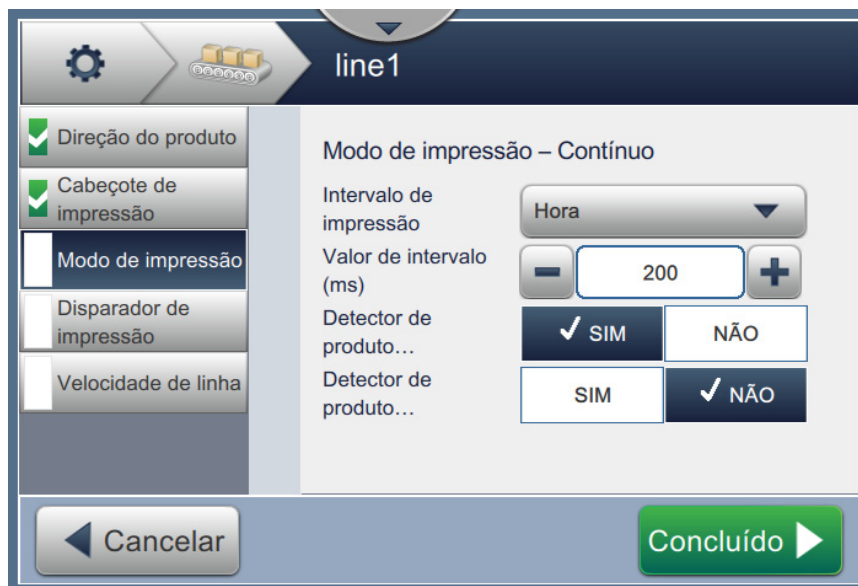

Figura 6-32: Modo de impressão – Contínuo
2. Altere os parâmetros na tela Configurações. Toque no botão  para definir o modo, como mostra Figura 6-32.